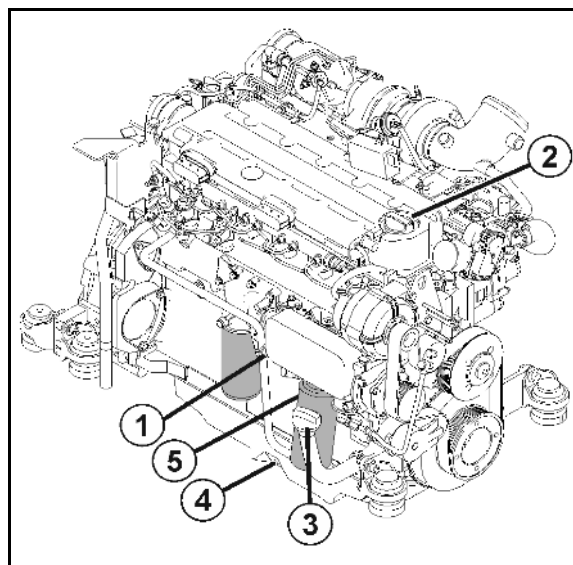

Fig. 161
2. Smøreoliefilterpatronen (Fig. 161/5) løsnes og skrues af med et almindeligt værktøj.